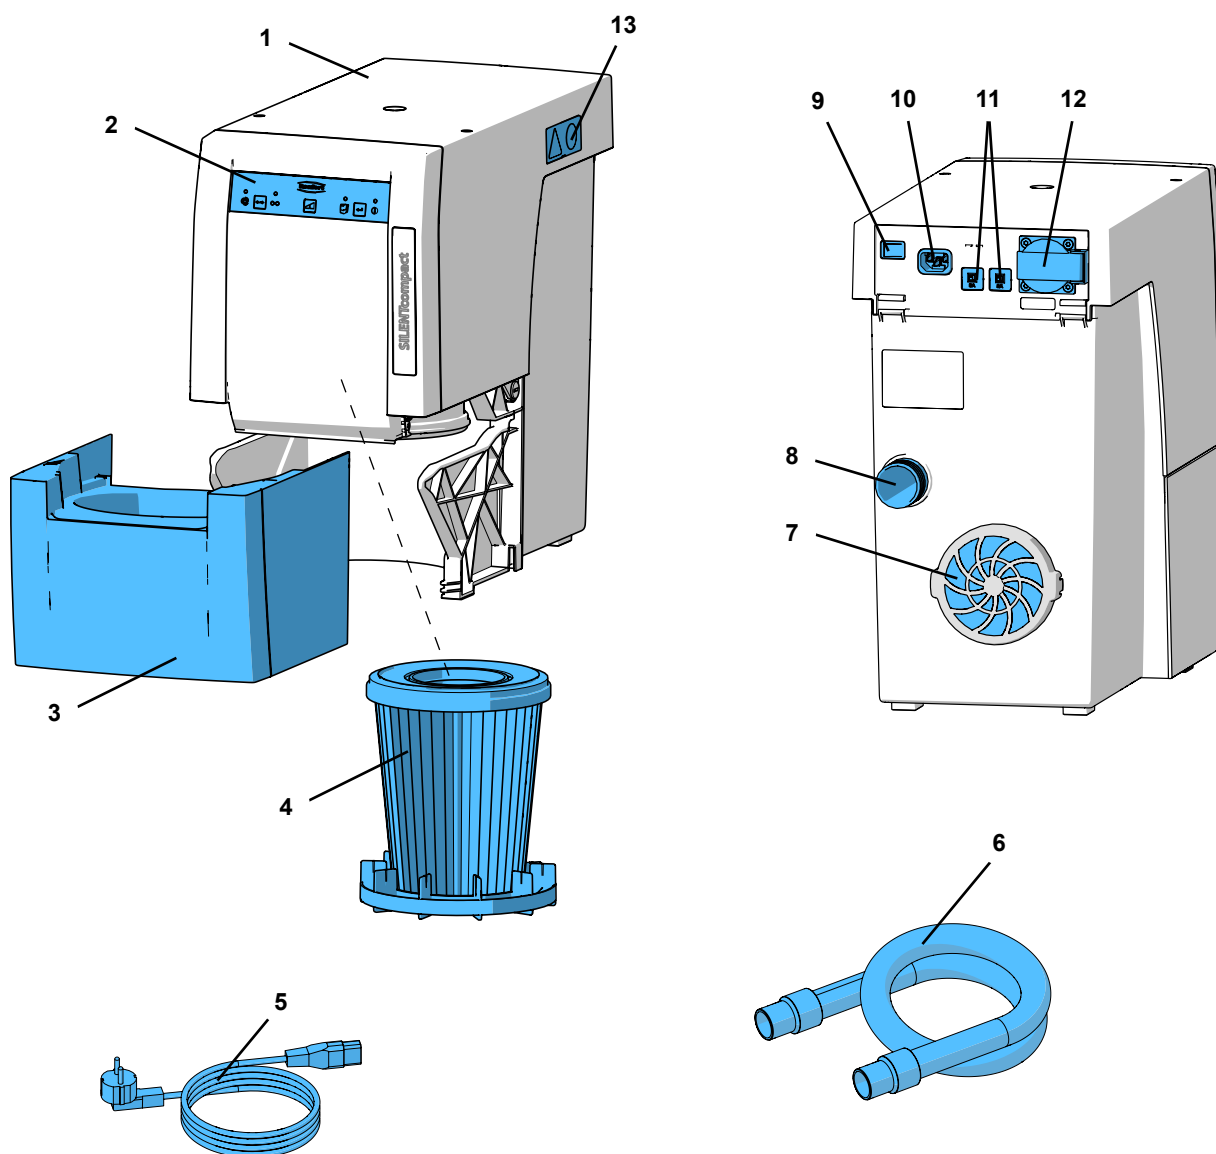

図 1
- 集塵装置は、排気口(7, 図 1)を妨げないように、設置して下さい
- ⇒ 装置のオン・オフ スイッチ(9) をオフにします。
- ⇒ 電源コード (5、図 1) を電源コンセント(10) に挿し込みます。
- ⇒ 吸引ホース(6、図 1) を吸引口(8) に挿し込みます。